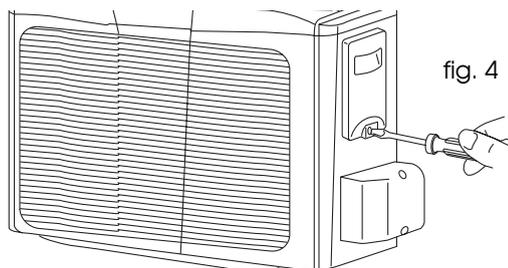

fig. 4
- 2) Quite la protección de la conexión eléctrica situada en la unidad externa, para ello desenrosque el tornillo correspondiente (fig. 4).